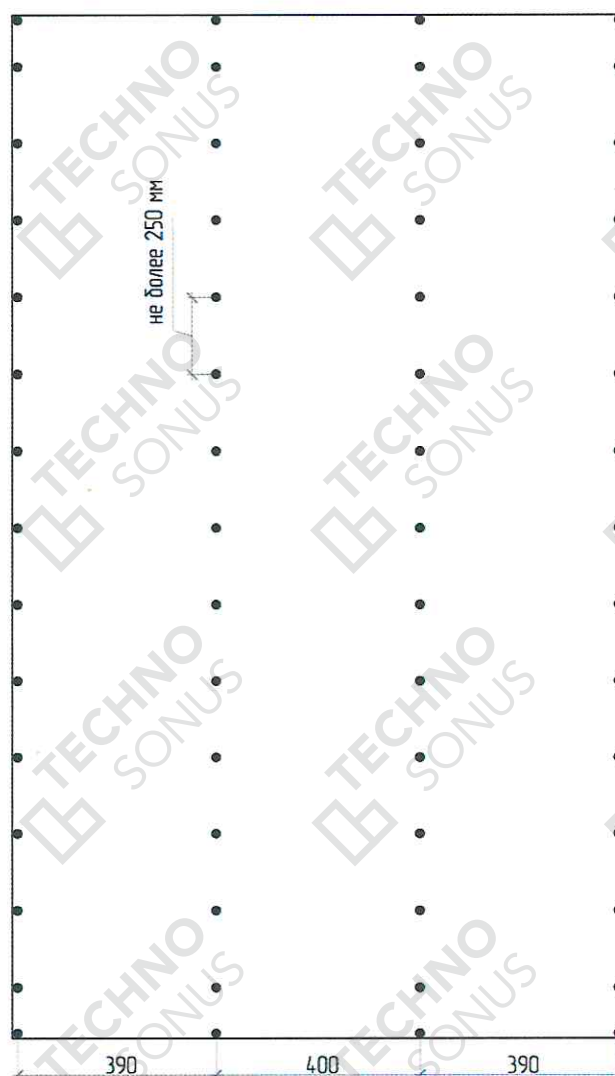

Рисунок 27 – Схема расположения саморезов на финишном слое ГКЛЗ
6.8. Установить и закрепить листы АкустикГипс ГКЛЗ финишным слоем с одной стороны. Не допускается стыковка утоненной кромки и отрезного края. Необходимо рассчитывать раскладку так чтобы листы были со смещением не менее 400 мм между горизонтальными швами. Допустимый шаг саморезов не более 250 мм (рисунок 27). Стыки листов заполняем виброакустическим герметиком Сонетик Силикон или Акрил, излишки удаляем шпателем. Для фиксации первого слоя применяются саморезы ТС-XTN F 3,9x41. Не допускается применение саморезов для обычных ГСП. Шляпка самореза не должна быть утоплена в слой листа АкустикГипс ГКЛЗ более чем на 1 мм. Саморезы должны отстоять от края торцевой (горизонтальной) кромки листов на расстоянии не менее 15 мм и продольной (вертикальной) кромки – не менее 10 мм. Первый лист не должен начинаться с утоненной кромки и не должен заканчиваться ей же.
6.11. Установить и закрепить финишный слой листов АкустикГипс ГКЛЗ со второй стороны. Важно соблюдать разбег между швами первого и второго слоя. Швы первого и второго слоя должны отстоять друг от друга минимум на 400 мм (возможно совпадение швов первого слоя со вторым из-за малого формата панелей). Шаг саморезов не более 250 мм по вертикали (рисунок 27). Швы между листами не заполняются виброакустическим герметиком Сонетик. Для фиксации финишного (второго) слоя АкустикГипс ГКЛЗ применяются саморезы TC-XTN F 3,9x41. Шляпка самореза не должна быть утоплена в слой гипса более чем на 1 мм. Саморезы должны отстоять от края торцевой кромки (горизонтальной) листов на расстоянии не менее 15 мм и продольной (вертикальной) кромки – не менее 10 мм.